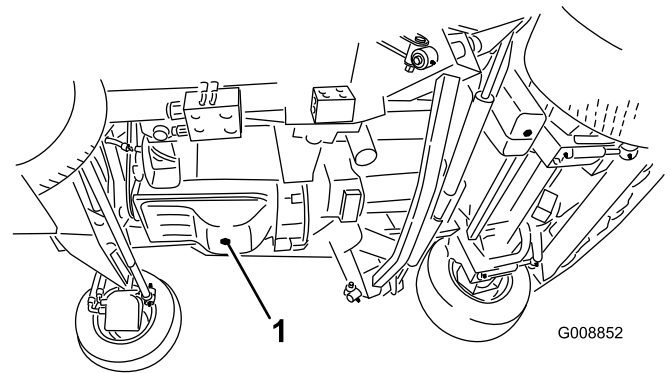

Bild 61
1. Entfernen Sie die Ablassschraube und lassen Sie das Öl in die Auffangwanne ab (Bild 61).